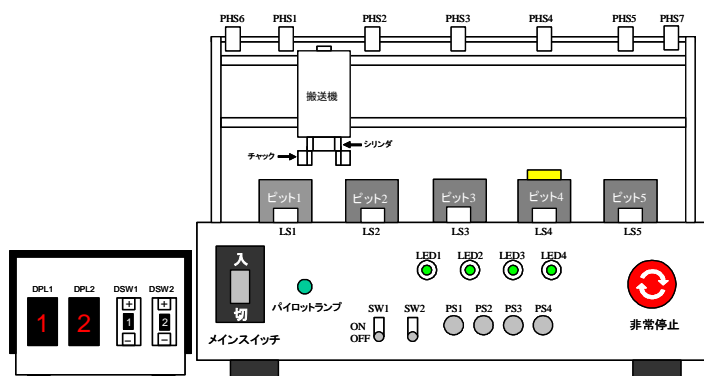

図 1.1 装置概要図
- ① 搬送機の左行とは、装置(図 1.1)を正面に見て、搬送機が左に移動することとする。
- ② 搬送機の右行とは、装置(図 1.1)を正面に見て、搬送機が右に移動することとする。
- ③ 原点とは、搬送機が PHS3 の位置、シリンダが上昇端、チャックが閉の全てを満たした状態とする。